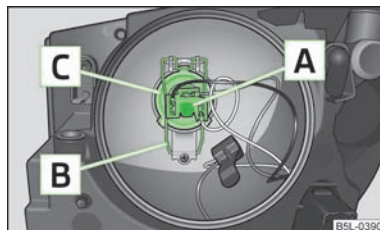

Fig. 171
- Extraer el enchufe » fig. 171.